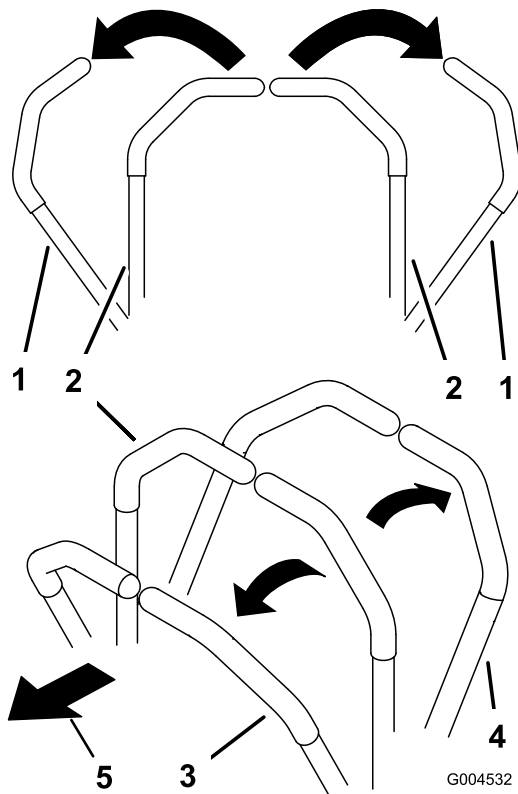

Figura 19
1. Mova todos os manípulos de controlo para a posição bloqueado em ponto morto (Figura 19).